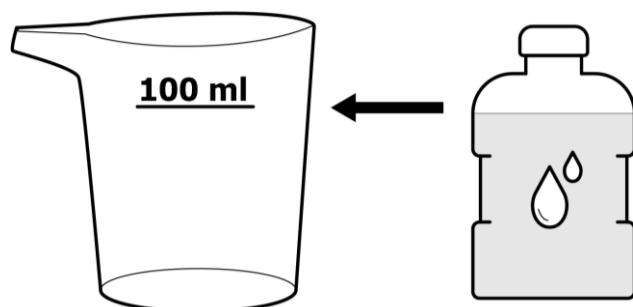

Рисунок 8 – Наполнение мерного стакана до отметки
2. Мерный стакан наполните дистиллированной водой, не превышая отметки «100 ml» («100 мл») (см. рисунок 8).